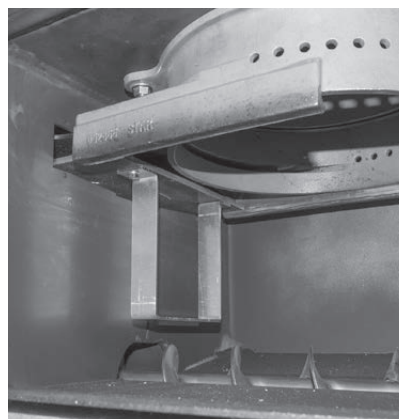

Fig. 25 Fissare l'angolare alla serranda ceneri
- ▶ Fissare l'angolare alla serranda ceneri in basso nella caldaia con 2 rondelle da 6 e 2 viti a testa esagonale M6x10 – Fig. 25.